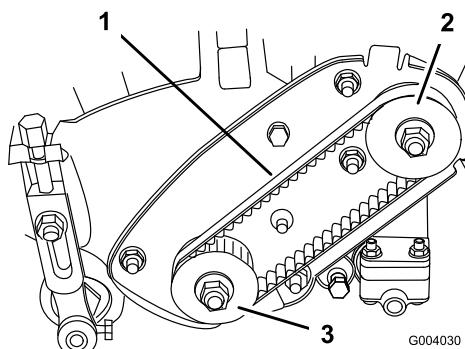

図 38
2. プーリ間の中央でベルト（図 38）を指で押して点検する。押す力は 1.8 ± 0.5 kg程度。 $4.8 \sim 7.9$ mm程度のたわみが出るのが適正である。たわみの量が適正でない場合は以下の手順へ進む。